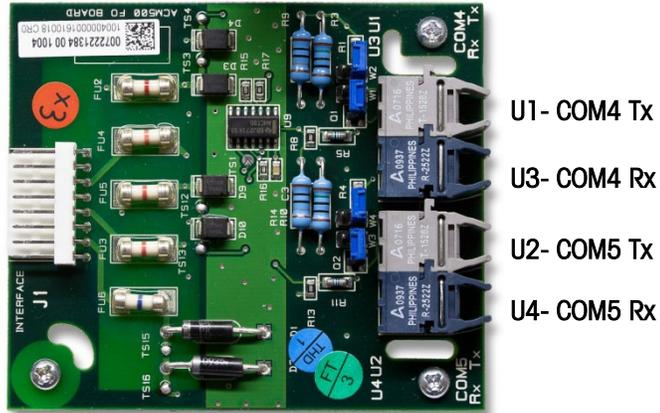
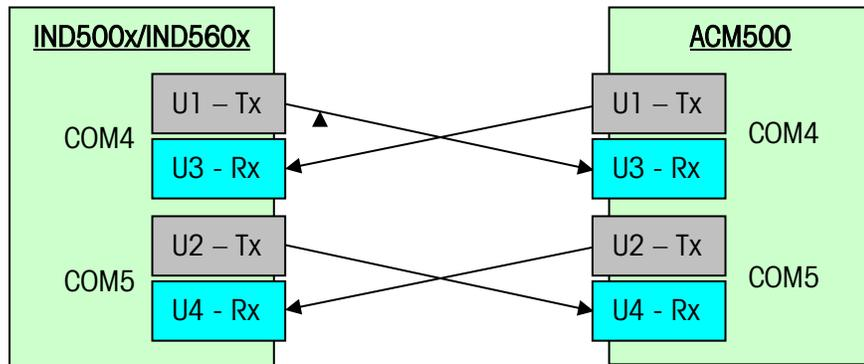

Figure 3-9 : Carte de l'interface à fibres optiques
Figure 3-10 : Schéma des connexions du câble à fibres optiques
3. Lors de la connexion des câbles à fibres optiques au COM4, déterminez lequel des deux câbles à fibres optiques provient du port COM4 de l'IND500x/IND560x. Branchez le câble à fibres optiques de l'émetteur COM4 (U1) de l'IND500x/IND560x dans le récepteur COM4 (U3) de l'ACM500 et le câble du récepteur COM4 (U3) de l'IND500x/IND560x dans l'émetteur COM4 (U1) de l'ACM500. Voir la Figure 3-9 pour l'identification des émetteurs et des récepteurs sur la carte de l'interface à fibres optiques ACM500. La Figure 3-10 indique le câblage approprié entre l'IND500x/IND560x et l'ACM500.
4. Lors de l'installation d'une connexion à COM5, déterminez lequel des deux câbles à fibres optiques provient du port COM5 de l'IND500x/IND560x. Branchez le câble à fibres optiques de l'émetteur COM5 (U2) de l'IND500x/IND560x dans le récepteur COM5 (U4) de l'ACM500 et le câble du récepteur COM5 de l'IND500x/IND560x dans l'émetteur COM4 (U2) de l'ACM500. La Figure 3-10 indique le câblage approprié entre l'IND500x/IND560x et l'ACM500.